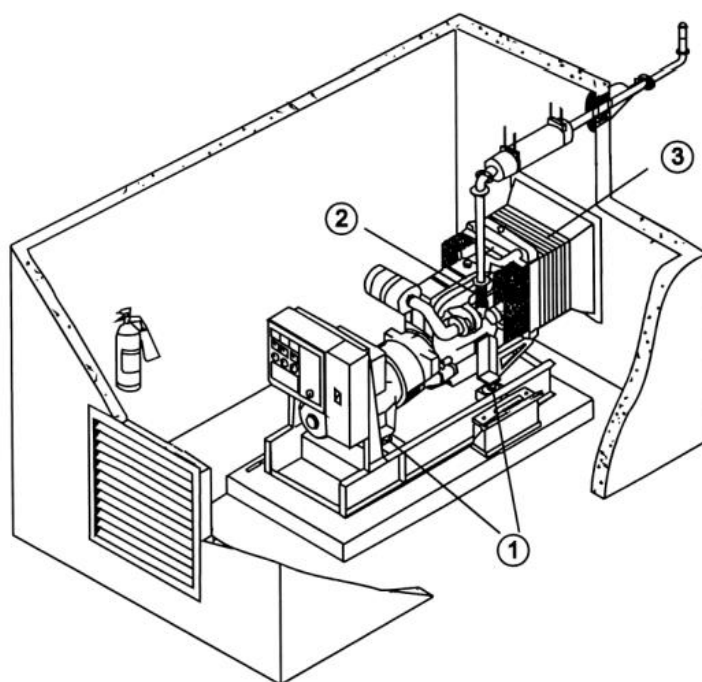

Рис. 5.
4.5.2 Демпфер: демпферы [Поз. № 1, Рис. 5.] устанавливаются между ножками двигателя/генератора и платформой для уменьшения вибраций генераторной установки, передаваемых зданию. Платформа крепится непосредственно к блоку основания. Для больших генераторных установок двигатель/генератор переменного тока жёстко крепится на платформе с дополнительными демпферами для установки заказчиком между платформой и основанием. В любом случае ДГУ должна жёстко фиксироваться на основании (с демпферами или без) для предотвращения перемещений. Внешние подключения к генераторной установке также должны иметь вибрационное демпфирование, например, гибкий топливопровод, гибкие вентиляционные трубы [Поз. № 3, Рис. 5.], гибкое соединение отвода выхлопных газов [Поз. № 2, Рис. 5.], мягкие кабельные каналы, держатели и соединения и т.д.